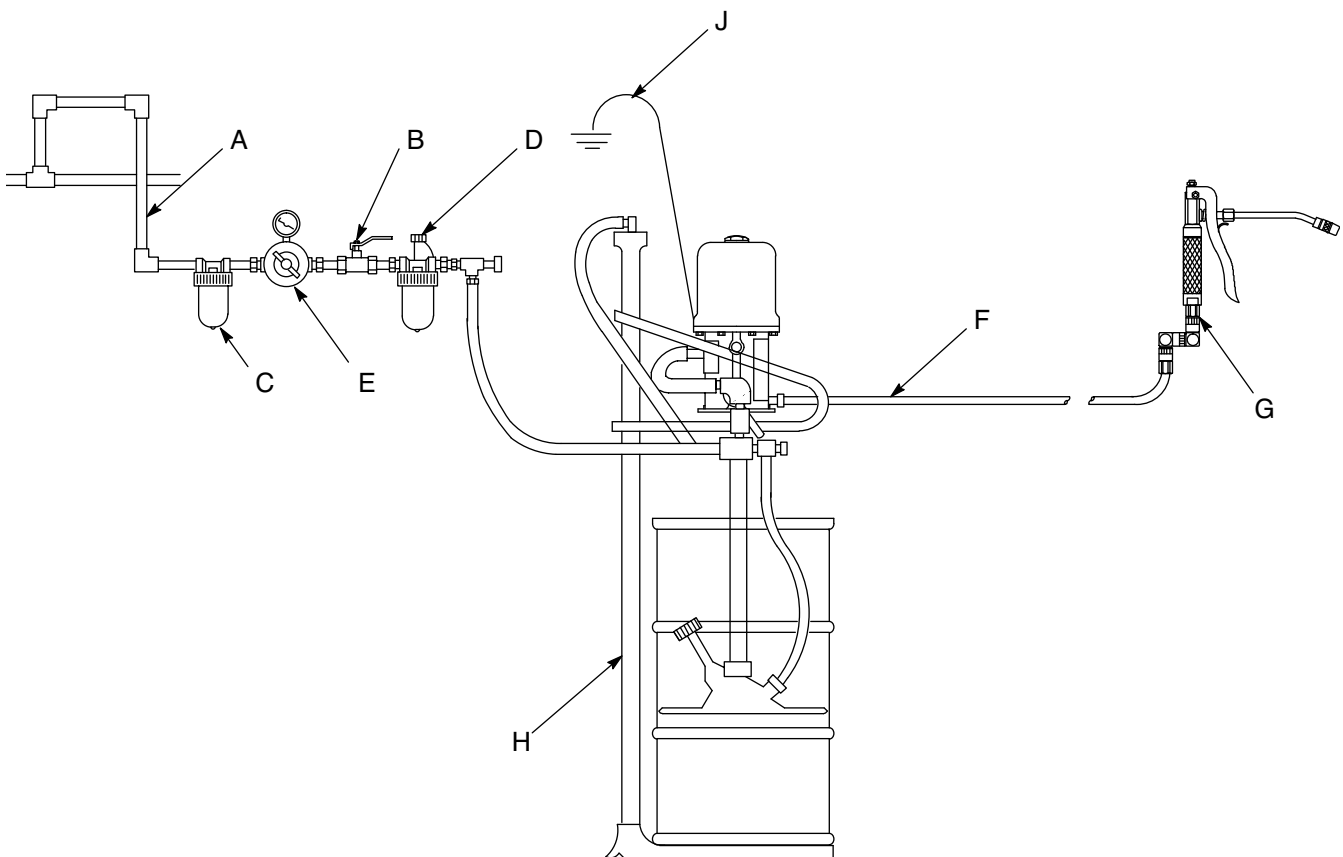

Рис. 2: Типовой монтаж
Установите вспомогательные принадлежности для линии подачи воздуха в порядке, указанном на Рис. 2. Установите главный воздушный клапан стравливающего типа (B) в доступном месте на насосе выше регулятора давления воздуха (E). Установите воздушный фильтр (C) для удаления вредных загрязняющих веществ и влаги из подаваемого сжатого воздуха. Для автоматической смазки пневмодвигателя установите лубрикатор линии подачи воздуха (D) рядом с отверстием впуска воздуха в насос. Установите регулятор давления воздуха (E) для управления скоростью работы насоса.
Схему, представленную на Рис. 2, следует использовать исключительно в качестве руководства для выбора и установки компонентов и принадлежностей системы. Для получения рекомендаций по проектированию системы, отвечающей вашим потребностям, обратитесь к дистрибьютору компании Graco.
Используйте регулятор давления воздуха (E) для управления скоростью насоса и давлением жидкости. См. Рис. 2. Всегда устанавливайте самое низкое давление, необходимое для получения требуемых результатов.